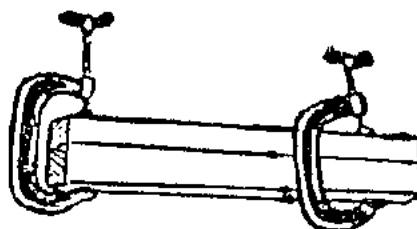

Fig. 67. ¡Alineado correcto! ¡Mal, alineado incorrecto!
- **Importancia de alinear la prensa "C".**- Es importante la alineación de la prensa "C", así como la planitud de la mandíbula respecto al material, ambos deben apoyar perfectamente, de lo contrario se produce deslizamientos frontal o lateral de los objetos prensados, además pueden malograr la prensa, llegando a torcer el cuerpo metálico, rompiendo la base de rótula o la rosca del tornillo (fig. 67).